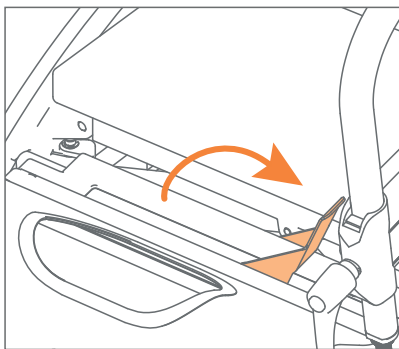

Abbildung 49: Rollstuhlpaket entriegeln.
- a.** Heben Sie den roten Hebel ohne Kraftaufwand an. Dadurch werden die Verriegelungsstifte zurückgezogen: das Entriegeln (**Abbildung 49**).